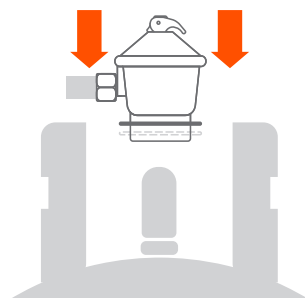

Fig. 3
- 4 Conecte el regulador al cilindro de GLP sosteniendo el anillo plástico apretado contra el cuerpo del regulador, posicione el regulador sobre la válvula de gas del cilindro e introdúzcalo en ella, empujando hacia abajo hasta sentir que topa. Baje el anillo plástico (de color negro) inferior del regulador, hasta sentir un chasquido o "clic". (Fig. 3)